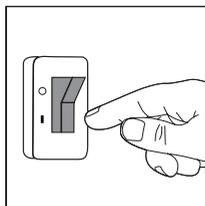

Fig. 06
- Ligue o interruptor de energia [Fig. 06].